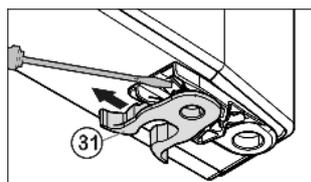

Fig. 6
- ▶ переставить пружинный зажим Fig. 6 (31). Нажать вниз язычок защелки, снять с него пружинный зажим.